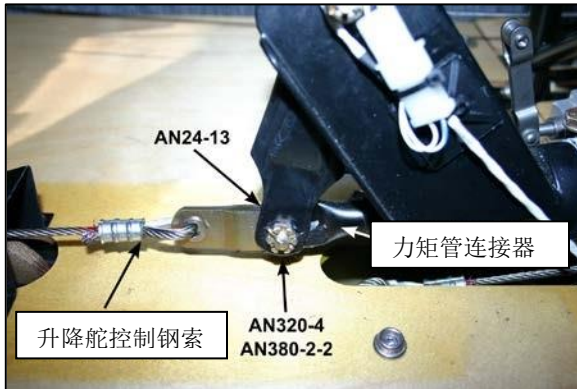

图 2 - 前控制杆
2. 位置控制杆提供了接近开槽螺母和开口销的便利，可以固定升降舵钢索和扭矩管连接器的每个控制杆底座。参见图 1 和图 2。